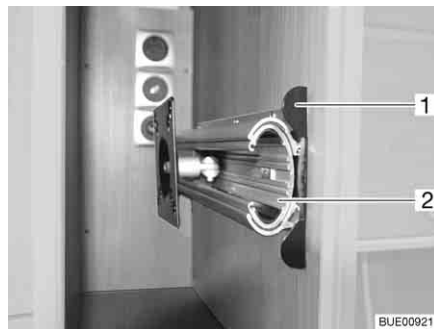

Bild 72 Halterung im TV-Schrank
- Entriegelungsleiste (Bild 72,1) hineindrücken.
- Auszug (Bild 72,2) bis zum Anschlag herausziehen.
- Auszug (Bild 72,2) einschieben, bis die Entriegelungsleiste (Bild 72,1) einrastet.